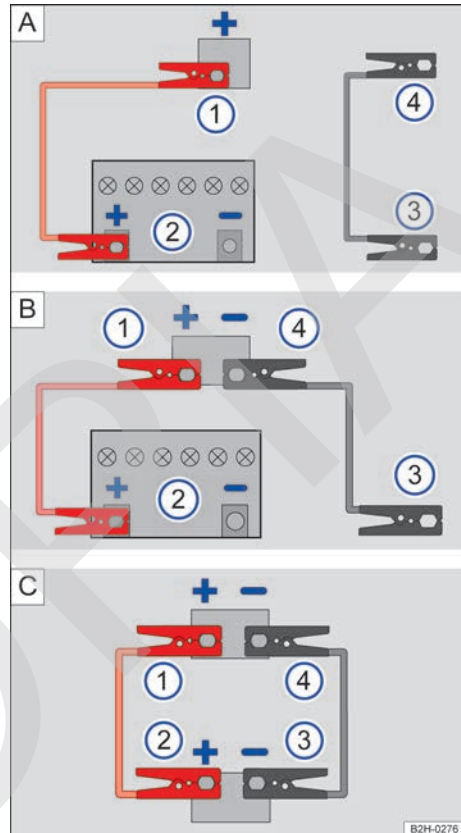

Fig. 209 En el compartimento del motor: conexiones para los cables de arranque (representación esquemática).
Leyenda de la fig. 209:
- **fig. 209 A**: Conexión entre la batería del vehículo que suministra la corriente **2** y **3** y la toma para la ayuda de arranque del vehículo con la batería descargada **1** y **4**.
- **fig. 209 B**: Conexión entre la batería del vehículo que suministra la corriente **2** y **3** y las dos tomas para la ayuda de arranque del vehículo con la batería descargada **1** y **4**.
- **fig. 209 C**: Conexión entre las tomas para la ayuda de arranque del vehículo que suministra la corriente **2** y **3** y las dos tomas para la ayuda de arranque del vehículo con la batería descargada **1** y **4**.
- Conecte un extremo del cable de arranque **rojo** al polo positivo **+** del vehículo con la batería descargada → **fig. 209 1**.
- Conecte el otro extremo del cable de arranque **rojo** al polo positivo **+** del vehículo con la batería que suministra la corriente → **fig. 209 2**.
- Conecte un extremo del cable de arranque **negro** → **fig. 209 3** preferentemente a un terminal de masa (toma para la ayuda de arranque **-**); de lo contrario, al gancho para remolque delantero previamente enroscado, al bloque motor o a una pieza de metal maciza atornillada fijamente al bloque motor.
- Conecte el otro extremo del cable de arranque **negro** → **fig. 209 4** preferentemente a un terminal de masa (toma para la ayuda de arranque **-**) del vehículo con la batería descargada; de lo contrario, al bloque motor o a una pieza de metal atornillada fijamente al bloque motor → **▲**.
- Desconecte los cables de arranque únicamente en el orden → **fig. 209 4 3 2 1** con los motores en marcha.